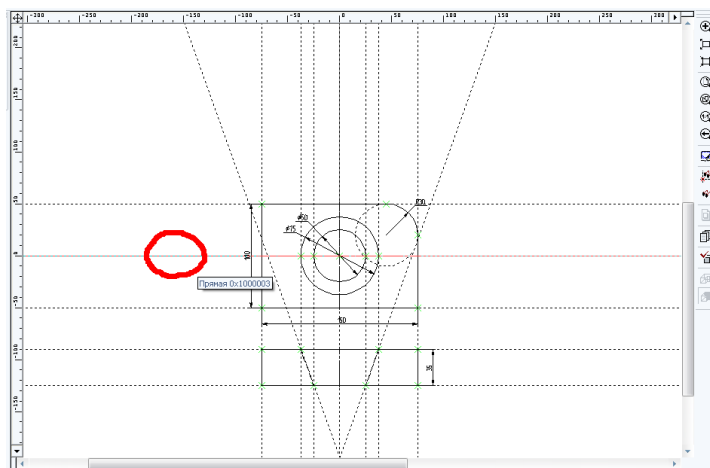

Рисунок 2. Выбор горизонтальной линии вспомогательного построения
- кликнуть левой кнопкой мыши на вспомогательную горизонтальную линию в рабочем окне (рис. 2), с которой начиналось построение плиты и переместить плиту вверх ближе к центру прямоугольника, т.е. вверх (рис. 3).